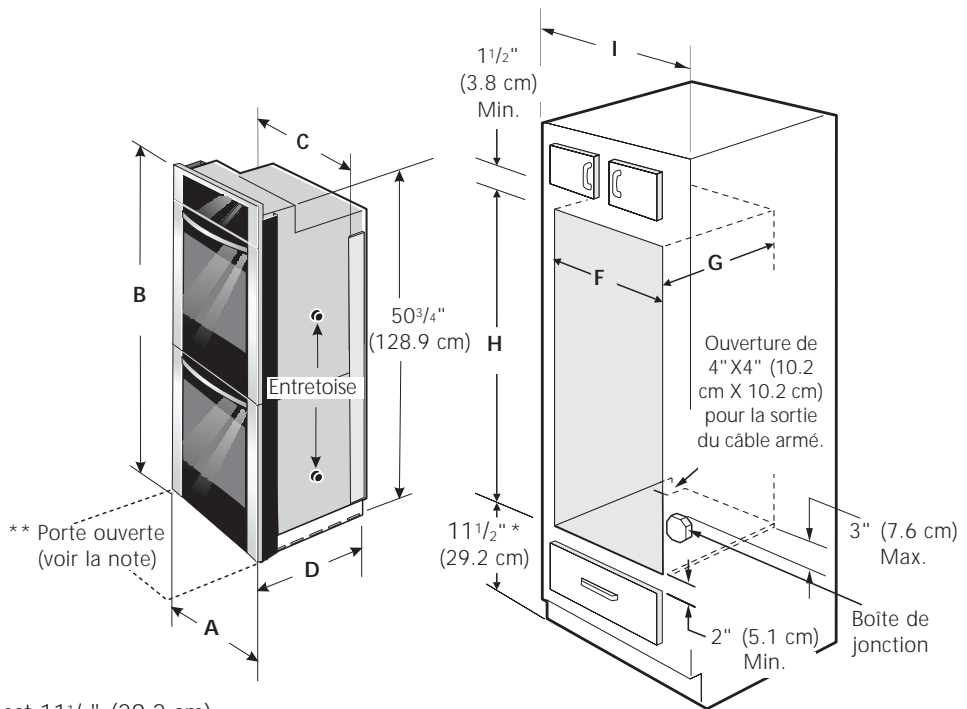

Figure 1
Reportez-vous à la figure 1 pour établir quelles sont les dimensions applicables à votre modèle, ainsi que l'espace nécessaire pour recevoir l'appareil. La surface qui supporte l'appareil doit être en contre-plaqué solide ou tout autre matériau du même type. Il faut vous assurer que la surface est de niveau d'un côté à l'autre et de l'avant à l'arrière.
2. Il faut brancher l'appareil au panneau de distributions en utilisant des câbles flexibles à gaine métallique ou non métallique. On doit brancher directement à la boîte de jonction le câble gainé flexible de l'appareil. Il faut disposer la boîte de jonction tel qu'illustré à la Figure 1 ou 2 en laissant autant de lâche que possible dans le câble entre la boîte et l'appareil, pour en faciliter le déplacement si l'entretien s'avère nécessaire.